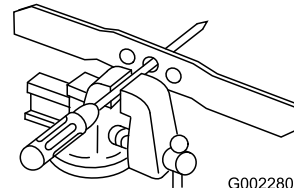

Figure 28
1. Vérifiez l'équilibre de la lame en enfilant le trou central sur un clou ou la tige d'un tournevis serré horizontalement dans un étau (Figure 28).